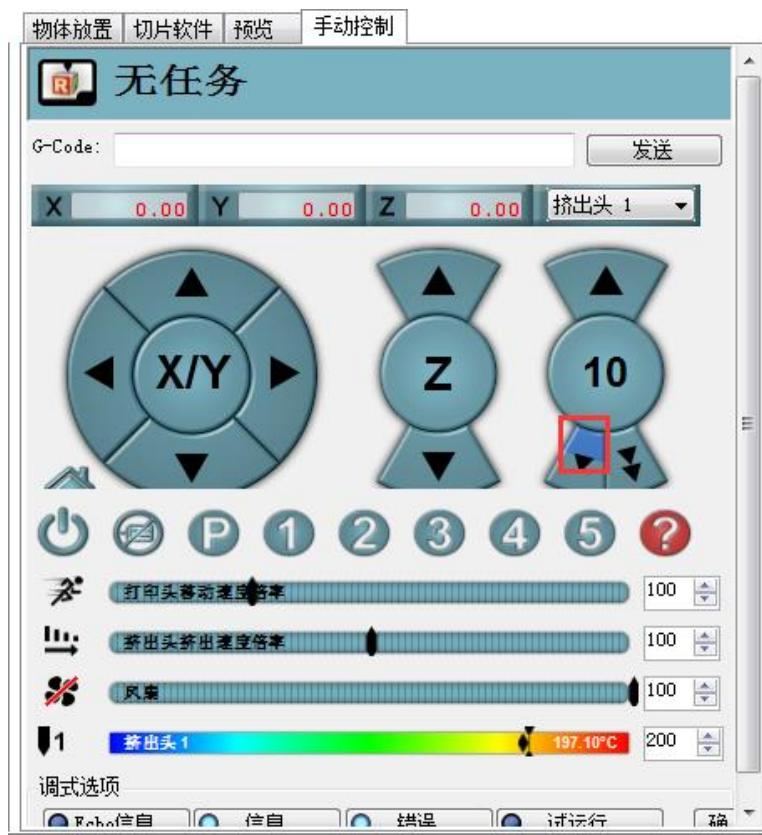

图 5.132 挤出耗材
2. 加热到200°C后，单击挤出机的进料按钮，使进料长度在10mm~30mm之间，如图 5.132所示。